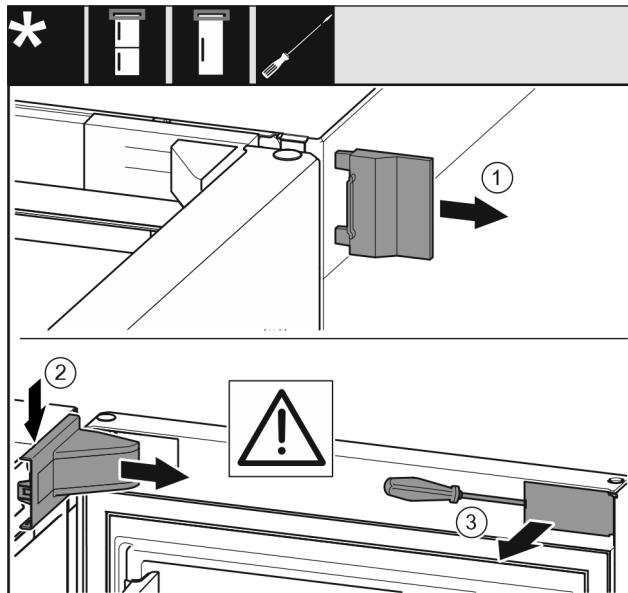

Fig. 6
- Αφαιρέστε το εξωτερικό κάλυμμα. Fig. 6 (1)
- Ξεκουμπώστε και λύστε το κάλυμμα του στηρίγματος. Αφαιρέστε το κάλυμμα του στηρίγματος. Fig. 6 (2)
- Ξεκουμπώστε το διακοσμητικό κάλυμμα με ίσιο κατσαβίδι και παραμερίστε το προς το πλάι. Fig. 6 (3)